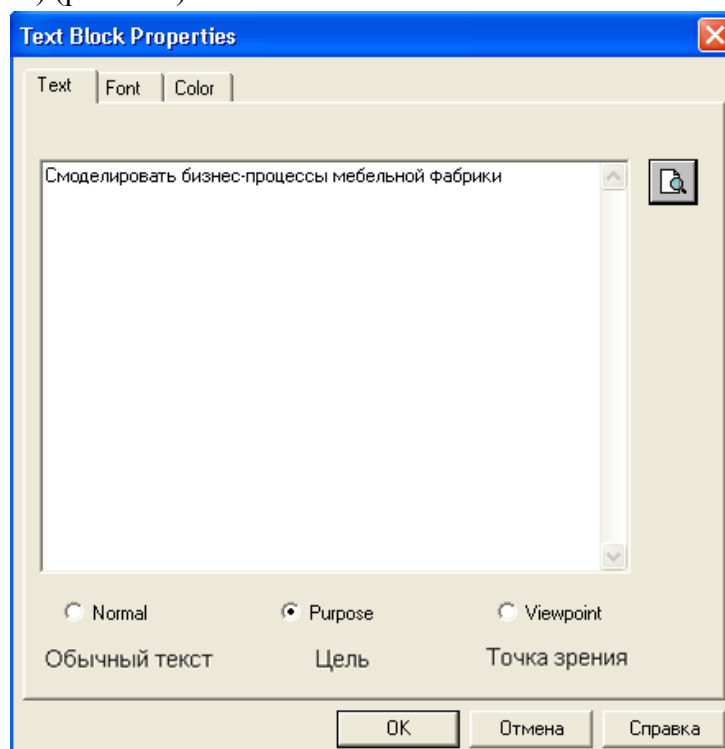

Рис. 3.8. Установка опции Text
- В диалоговом окне набрать нужный текст и установить опцию значимости (обычный текст, цель или точка зрения) (рис. 3.8.).